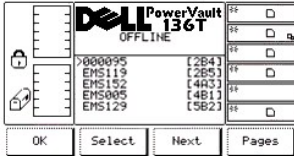

Abbildung 50. Dialogfeld "Command" > "Mailbox" > "Export" > "Export Select"
- 1 Wenn die Taste unter dem Softkey **Select** gedrückt wird, wird der Cursor neben das erste Objekt in der Liste gesetzt (siehe Abbildung 50).